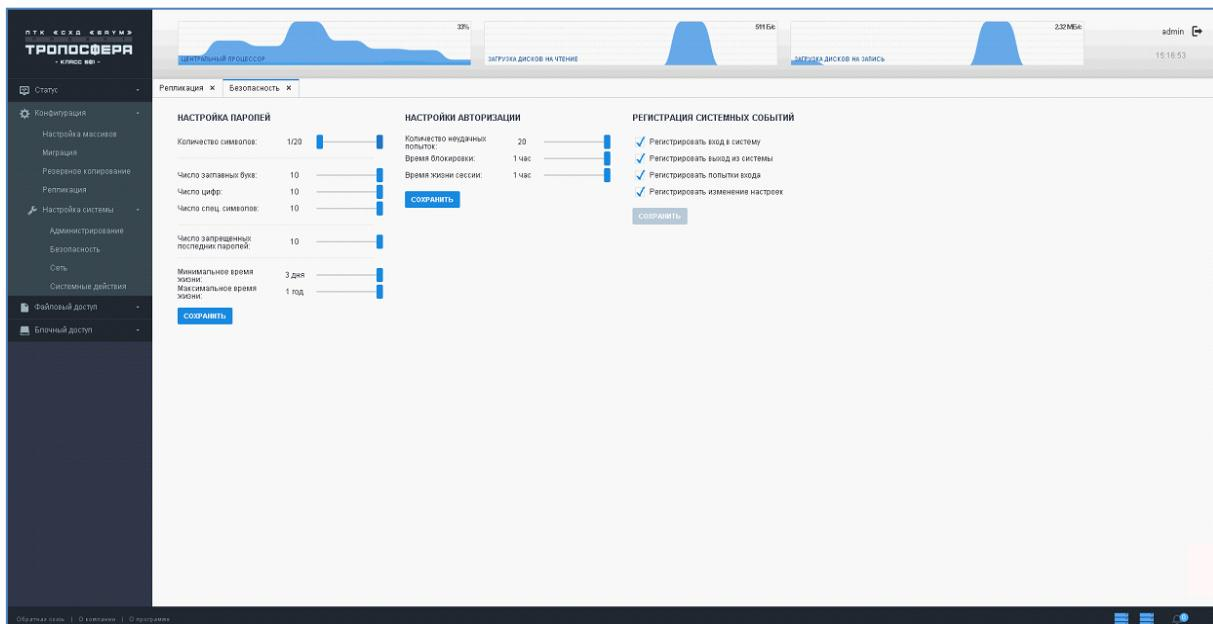

Рисунок 23 - Настройки безопасности
- 2) В левой части основной области расположено окно настроек паролей (см. Рисунок 23).
- 2) В центральной части основной области расположено окно настроек авторизации (см. Рисунок 23).
- 2) В правой части основной области расположено окно настроек регистрации системных событий (см. Рисунок 23).